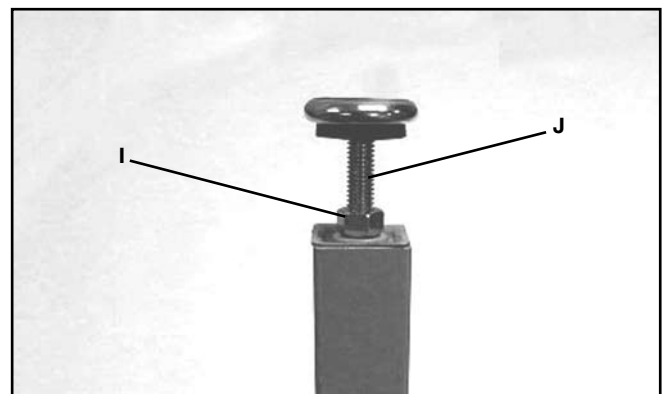

FIG. 18
8. Coloque la tuerca de inmovilización de 9,5 mm (3/8") (I) en el tornillo de nivelación (J). Coloque el tornillo de nivelación en el adaptador del pie. La Fig. 18 muestra el conjunto de pies niveladores en la pata de apoyo del banco. Ensamble el conjunto del pie restante en la otra pata del banco de la misma manera. **NOTA: Los ajustes de altura se harán más adelante.**